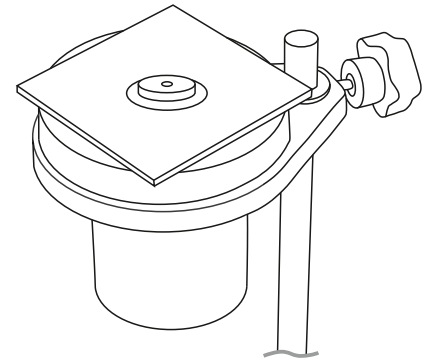

Figure 1
- 1 Placez la coupe sur le statif^a et mettez-la de niveau à l'aide de la plaque de verre et du niveau à bulle fournis avec le statif (Figure 1).